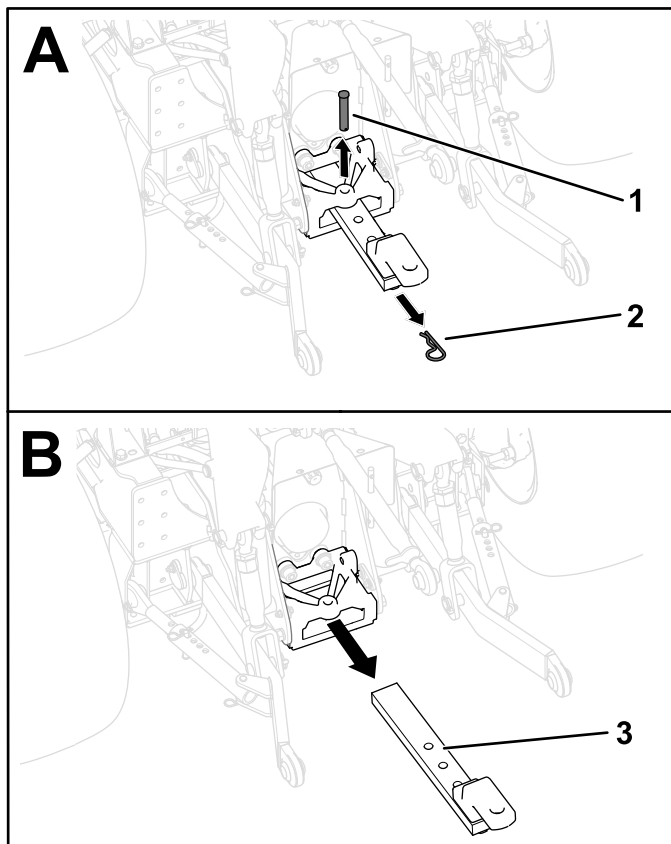

Figure 20
1. Retirez la goupille fendue et l'axe de chape qui fixent la barre d'attelage à son support (Figure 20).
2. Déposez la barre d'attelage du support (Figure 20).